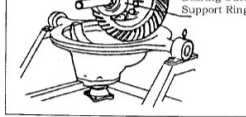

Рис. 2-15
- 5) Поднимите редуктор в сборе или другим способом, будьте осторожны, чтобы не повредить внешнюю зону подшипника.Рис. 2-15